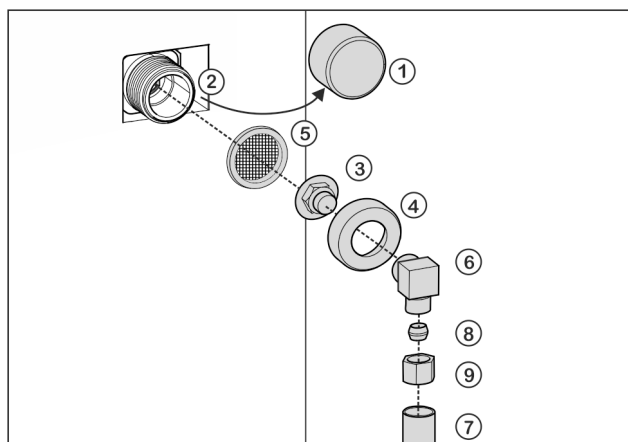

Fig. 19
- Kappe Fig. 19 (1) vom Magnetventil Fig. 19 (2) abziehen.
- Verbindungsstück Fig. 19 (3) in die Überwurfmutter Fig. 19 (4) einsetzen.
- Sieb *Fig. 19 (5)* mit der Vertiefung nach unten in Richtung Verbindungsstück *Fig. 19 (3)* einsetzen.
- Überwurfmutter *Fig. 19 (4)* mit der Hand auf das Gewinde des Magnetventils *Fig. 19 (2)* schrauben, bis ein sicherer und fester Sitz erreicht ist.
- Winkelstück *Fig. 19 (6)* anschrauben.
- Wasserleitung *Fig. 19 (7)* (z. B. 1/4"-OD-Kupferleitung) mit Hilfe von Klemmring *Fig. 19 (8)* und Mutter *Fig. 19 (9)* am Winkelstück *Fig. 19 (6)* anschließen.
- Wenn notwendig: Wasserleitung *Fig. 19 (7)* mit dem Rastbügel am Gehäuse fixieren.
- Winkelstück *Fig. 19 (6)* zur Seite legen.
- Wasserleitung *Fig. 19 (7)* (z. B. 1/4"-OD-Kupferleitung) mit Klemmring *Fig. 19 (8)* und Mutter *Fig. 19 (9)* am Verbindungsstück *Fig. 19 (3)* anschließen.